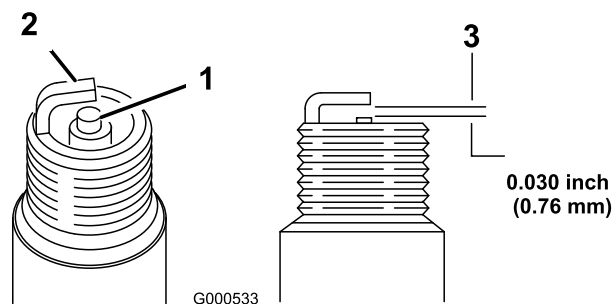

図 51
1. 中央の電極部 (図 51) を観察する。
2. すきまゲージでエア・ギャップの点検を行い、隙間の大きさが適切でなければ側面の電極を注意深く曲げて調整する(図 51)。